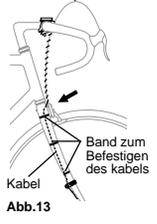

Abb.13
(1) Kabel mit Kabelbefestigungsband (Abb. 13) befestigen. Befestigungsband um das Außenkabel wickeln. Das Kabel im Bereich des Pfeils (←) lockern, damit es nicht die Lenkfunktion behindert.